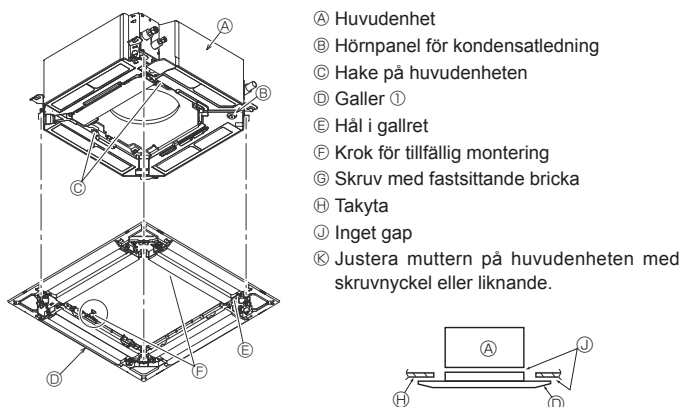

Fig. 9-6
9.4.2. Tillfällig montering av galleret (Fig. 9-6)
- Sätt fast galleret på huvudenheten genom att dra åt de förmonterade skruvarna. (Fig. 9-6)
Kontrollera att det inte finns några gap mellan huvudenheten och galleret eller mellan galleret och takytan. (Fig. 9-6)
- Efter åtdragning av skruven kontrollerar du att de två gallerkrokarna (Fig. 9-6) låses på krokarna på huvudenheten.